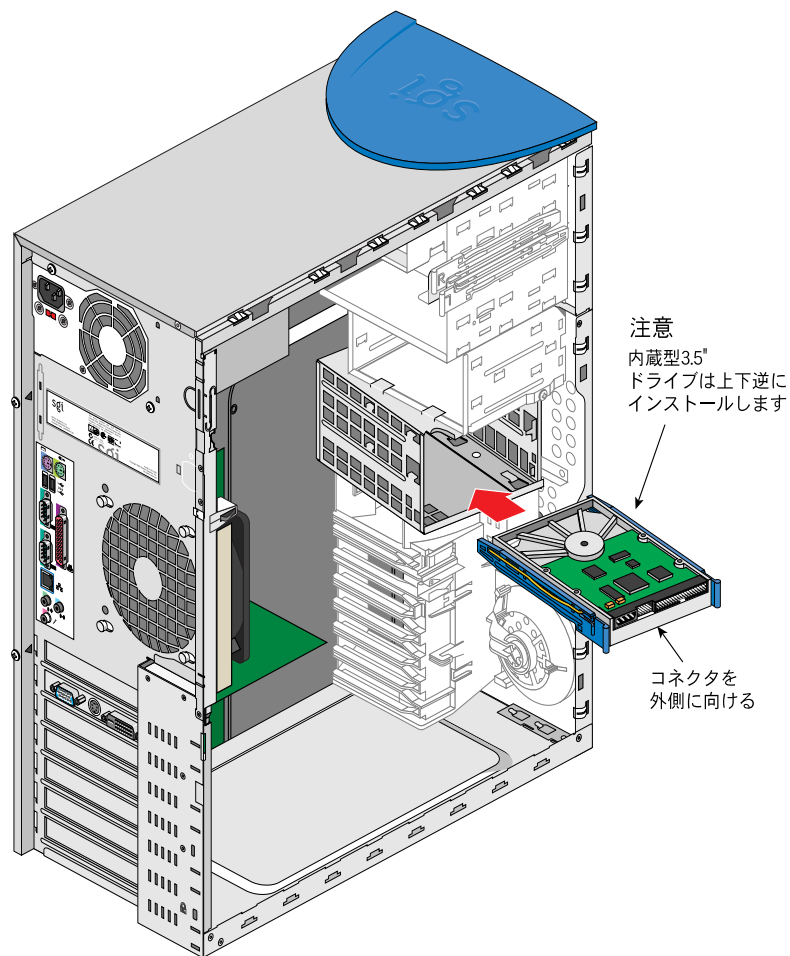

図 2-9 内部ドライブケージへのドライブの取り付け
5. 3.5インチドライブを内部ドライブケースに取り付けるには、選択したドライブベイにドライブを上下逆に置き、レールがぴったりはまるまでドライブをベイの中にすべり込ませます。図2-9に、ドライブを正しくインストールする方法を示します。